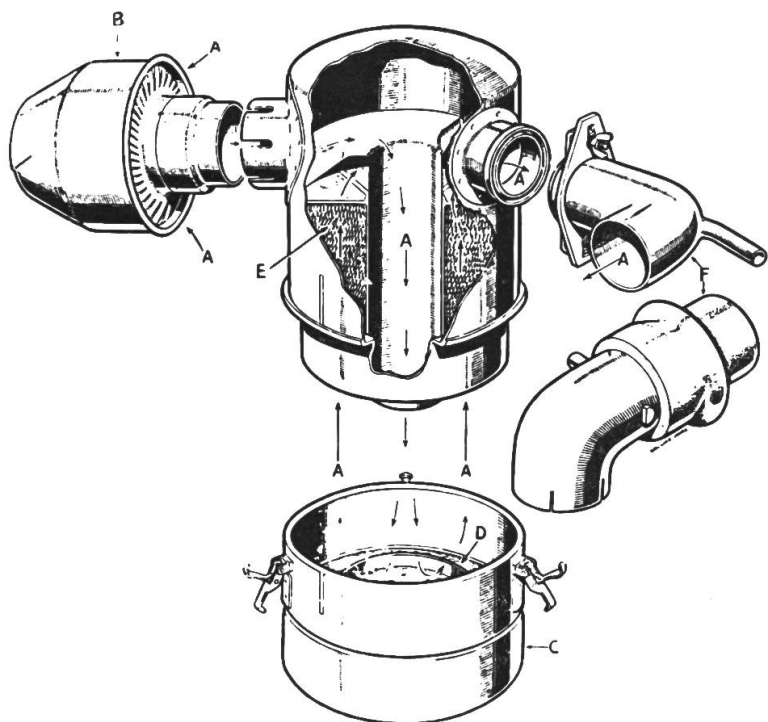

Abb. 1: Oelbadluftfilter, zerlegt
Oelbadluftfilter: Niveau kontrollieren, wenn zu hoch (siehe Marke), Oelbecher (Abb. 1 C) entleeren, mit Treibstoff reinigen, austrocknen und mit Motorenöl bis zur Marke auffüllen (wenn zwei Marken bis zur unteren !).
3. Bei Oelbadluftfiltern das Oberteil (E bei Abb. 1) resp. das Feinfilterelement demontieren, in Benzin reinigen, trocknen lassen und leicht einölen.